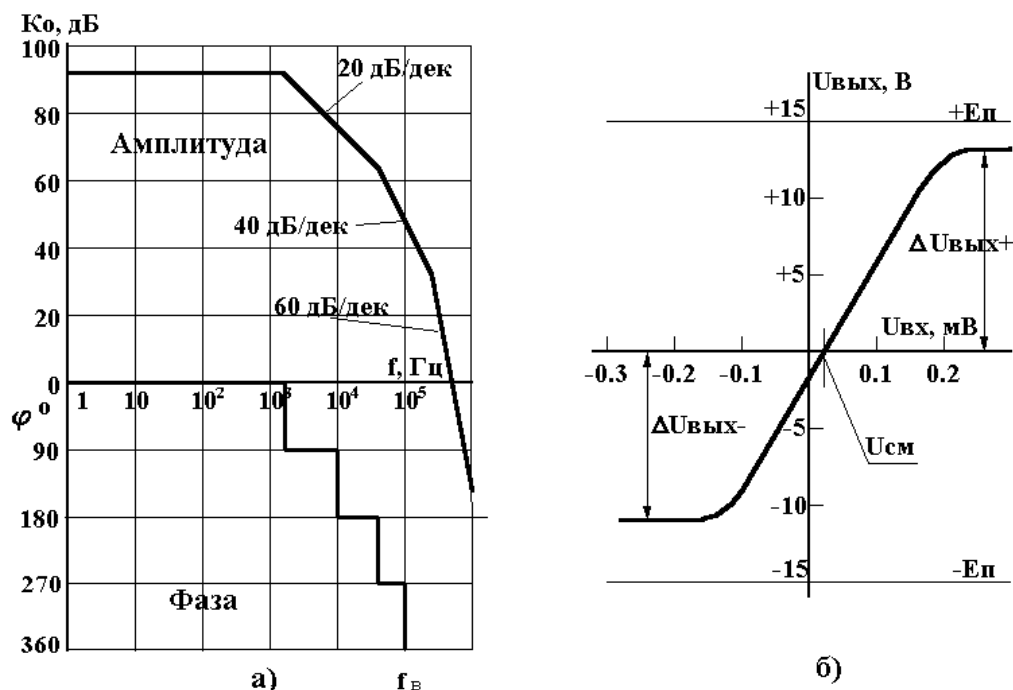

Рис. 3. а) Аппроксимированная логарифмическая амплитудно-частотная (ЛАЧХ) и фазо-частотная характеристики (ФЧХ); б) статическая передаточная характеристика
**Коэффициент усиления ОУ ( $K_{0\square}$ )** равен отношению приращения выходного напряжения (тока) к вызвавшему это приращение входному сигналу (току) при отсутствии ОС.  $K_{0\square}$  является функцией частоты и с ее увеличением падает. Частотная и фазовая характеристики ОУ складываются из характеристик отдельных внутренних каскадов, каждый из которых имеет свою собственную постоянную времени и может быть представлен в виде RC-цепочки. Суммарная частотная характеристика ОУ аппроксимируется диаграммой Боде (рис. 3,а). Каждый каскад вносит фазовый сдвиг до  $90^0$  на граничной частоте, поэтому общий фазовый сдвиг зависит от количества каскадов и имеет вид, показанный на рис. 3а) внизу. Поскольку на выходе ОУ уже имеется сдвиг фазы  $180^0$  относительно инвертирующего входа, на который подается ООС, то на некоторой частоте суммарный сдвиг фазы достигает  $360^0$ . Если на этой частоте величина  $K^0\beta \geq 1$ , где  $\beta$  – коэффициент ОС, то *отрицательная* ОС превращается в *положительную*, что приводит к самовозбуждению схемы.
**Частота единичного усиления ( $f_1$ )** □□ это частота, на которой  $|K_0(f_1)| = 1$ . Характерная зависимость коэффициента усиления от частоты приведена на рис. 3,а и 4, где ЛАХ пересекает уровень 0 дБ в точках  $f_1$ .